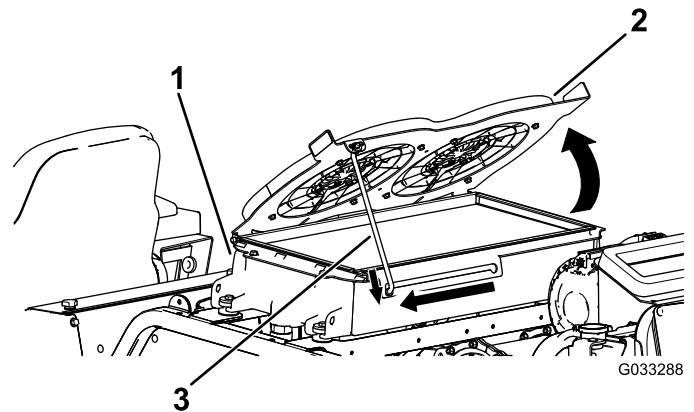

**Bild 118**
4. Drehen Sie die Kühlventilatoren des Motors nach vorne und arretieren Sie die Stützstange in der Kerbe (Bild 118).